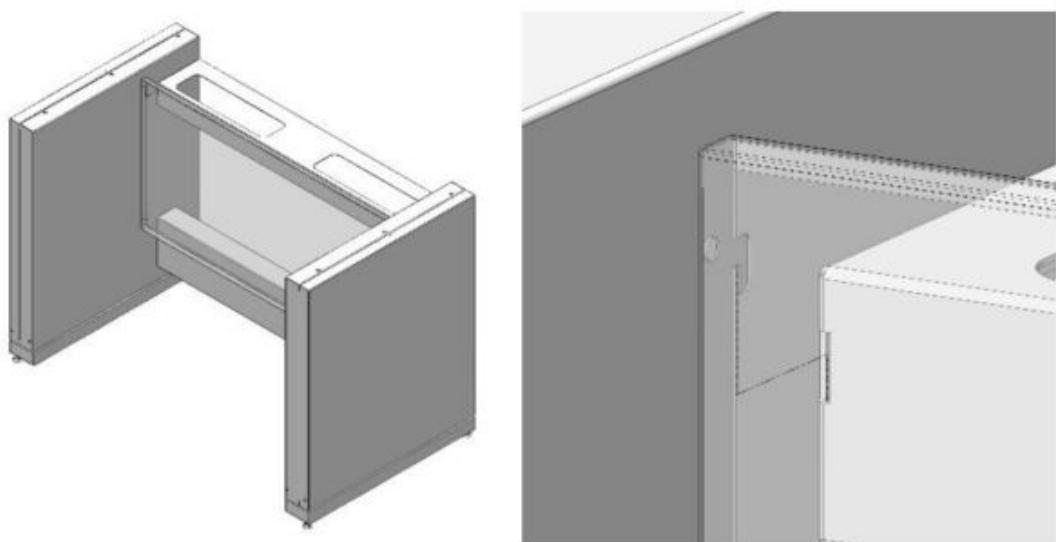

Рис. 2. Установка задней панели
- 6.2. *Если вытяжной шкаф не комплектуется тумбой – установить на каркас заднюю панель (*Рис. 2*).*